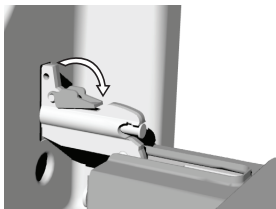

Figure 1
- Les guides rails sont maintenus en place par deux clips. Pour enlever les guides rails, tenez-les par l'extrémité inférieure et tirez vers le centre du four (fig. 1). Assurez-vous que les guides ont été dégagés des deux clips, puis faites-les tourner vers l'intérieur (fig. 2) pour les dégager des parois latérales du four.
- Au moyen du système de fermeture de la porte en douceur, repoussez les taquets de 90° (Figure 1).